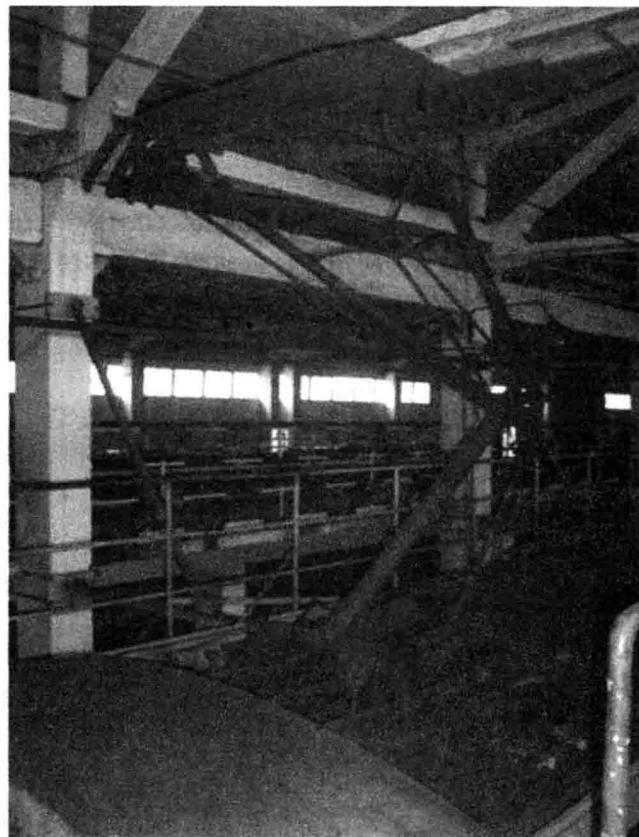

图 1-1-4 车辆顶部的受电弓
- (1) 落弓并用手动锁钩将其固定在低位。
- (2) 从电气接头上拆下电缆并拆下避雷器阴极。
- (3) 拆下气路连接。
- (4) 用起重装置的辅助机构固定受电弓以防止落下。
- (5) 松掉固定底架的4个M20×50六角螺栓。
- (6) 从车顶吊下受电弓,车辆顶部的受电弓如图1-1-4所示。